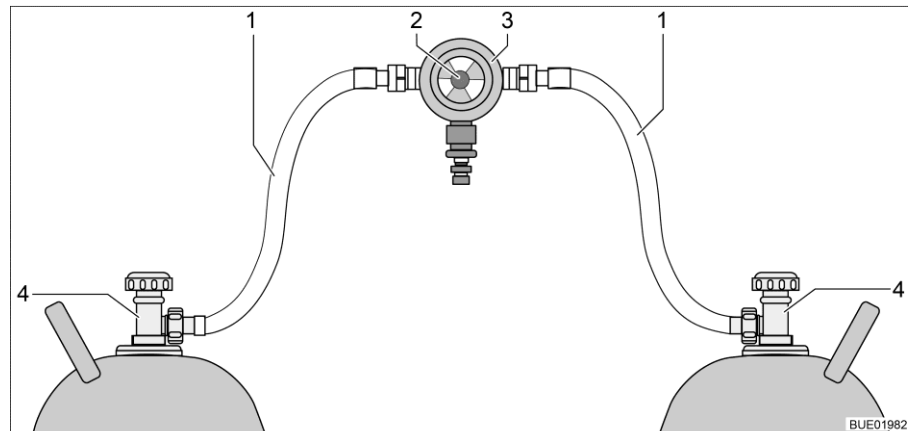
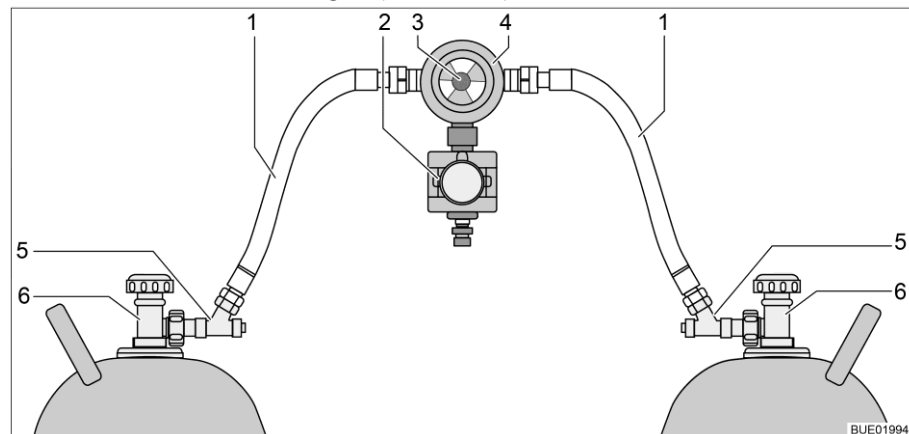

Bild 173 Gasflaschen-Umschaltanlage
Bild 174 Gasflaschen-Umschaltanlage mit CPU
Die Gasflaschen-Umschaltanlage besteht aus einem kombinierten Gasdruckregler mit Umschaltventil und Anzeige (Bild 173,3). Die Gasflaschen-Umschaltanlage ist zwischen den beiden Gasschläuchen (Bild 173,1) montiert.
Die Gasflaschen-Umschaltanlage besteht aus einem kombinierten Gasdruckregler mit Umschaltventil und Anzeige (Bild 174,4) und einem Elektroventil (Bild 174,2). Das Elektroventil sperrt bei Vollbremsung, Unfall oder ungewöhnlich großer Schräglage die Gaszufuhr zum Fahrzeug. Die Gasflaschen-Umschaltanlage ist zwischen den beiden Gasschläuchen (Bild 174,1) mit Schlauchbruchsicherungen (Bild 174,5) montiert.
Mit dem Drehknopf (Bild 173,2 bzw. Bild 174,3) an der Gasflaschen-Umschaltanlage lässt sich bestimmen, welche der Gasflaschen als Betriebsflasche und welche Gasflasche als Reserveflasche verwendet wird.
An der Bedieneinheit (Bild 175) können nur die elektrischen Funktionen geschaltet werden. Die Haupt-Absperrventile der Gasflaschen (Bild 173,4 bzw. Bild 174,6) müssen von Hand geöffnet oder geschlossen werden.
- Haupt-Absperrventile an den Gasflaschen (Bild 173,4 bzw. Bild 174,6) öffnen.
- Schlauchbruchsicherungen (Bild 174,5) nacheinander 10 Sekunden lang drücken.
- Mit dem Drehknopf (Bild 173,2 bzw. Bild 174,3) an der Umschaltanlage die Gasflasche wählen, der vorrangig das Gas entnommen werden soll (Betriebsflasche).
- Haupt-Absperrventile an den Gasflaschen (Bild 173,4 bzw. Bild 174,6) schließen.